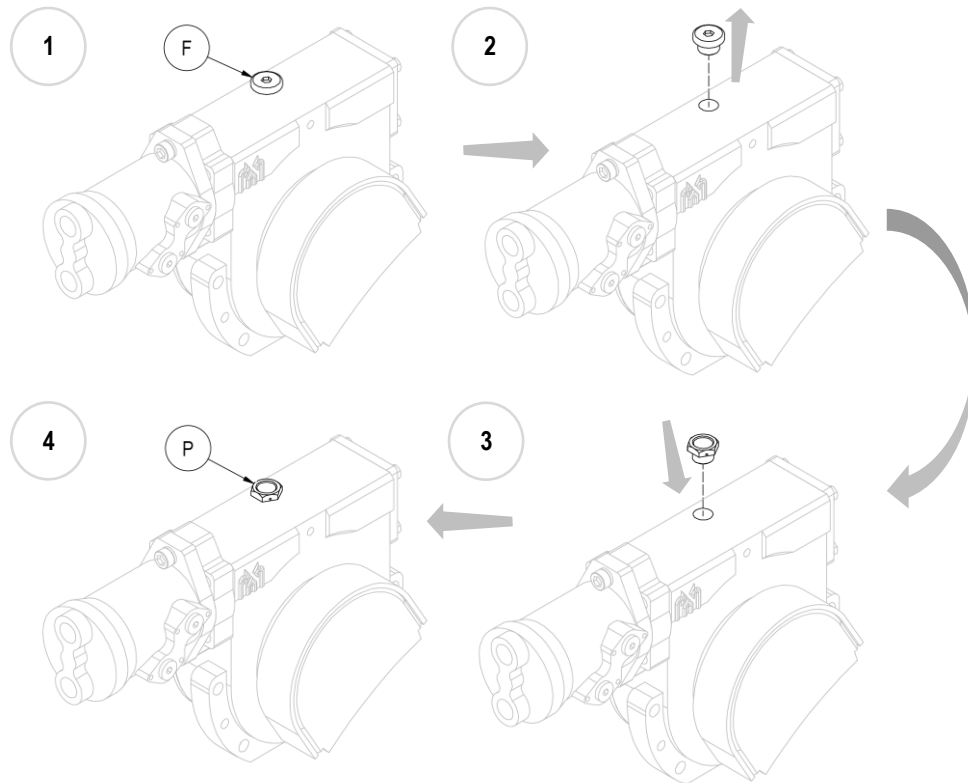

Figure 10
11. **N.B.** Une fois que l'équipement a été monté, avant l'utilisation, remplacer le bouchon de remplissage d'huile en fer (F) par celui en plastique fourni (P), doté d'un évent (voir *Figure 10*).